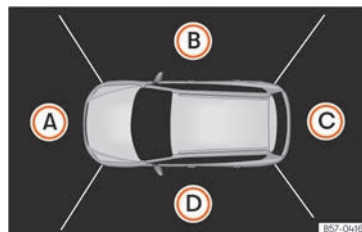

Fig. 214 Visualização do sistema de visão periférica: perspetiva aérea.
» **Fig. 214.** A perspetiva aérea pode-se selecionar pressionando sobre o *veículo* dentro da zona.
» **Fig. 214** (A) a (D) da perspetiva aérea ou da perspetiva aérea reduzida, pode-se selecionar a vista correspondente.
No ecrã do sistema Infotainment mostra-se a perspetiva aérea » **Fig. 214.** Se se pressionar o botão  circulando a mais de 15 km/h (9 mph), não se mostrará a imagem.